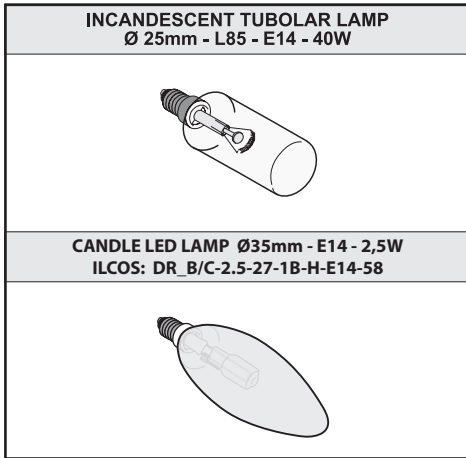

Fig.8
• **Remplacement des ampoules à incandescence/LED (Fig.8):**